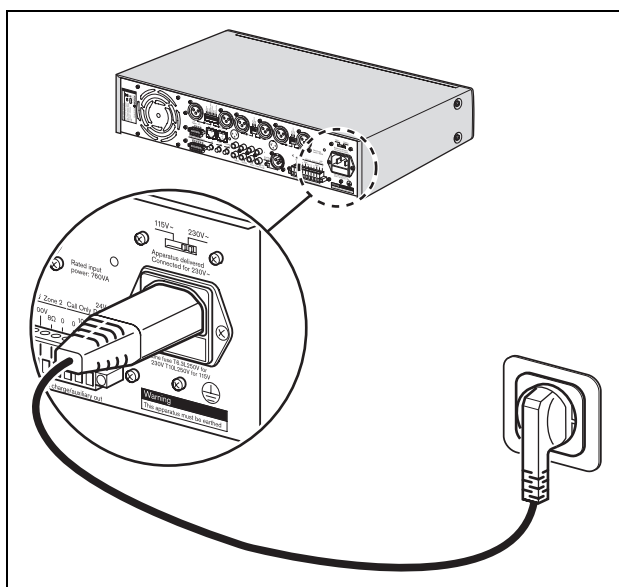

figura 5.1: Selector de tensión
- 1 Asegúrese de que el selector de tensión (115 / 230 V) esté correctamente ajustado a la tensión principal del país (véase figura 5.1).